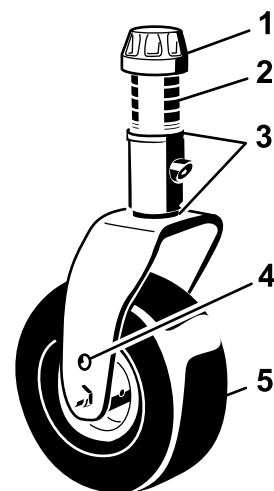

Рисунок 17
4. Снимите колпачковую гайку с вала шпинделя и извлеките шпиндель из рычага поворотного колеса (Рисунок 17).